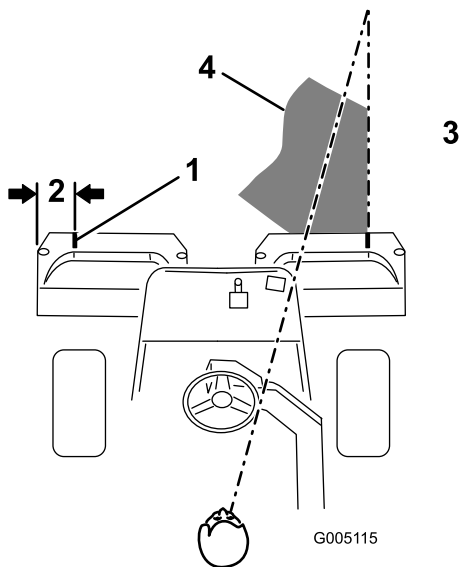

図 12
2. その位置に白色テープか白ペンキで集草箱の縁と平行に目印を入れる 図 12。